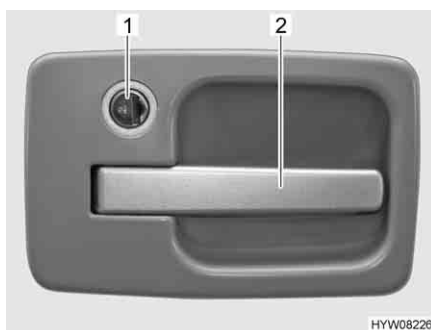

Fig. 30 Serratura della porta (porta di ingresso, lato esterno)
- Inserire la chiave nel cilindro della serratura (Fig. 30,1) e ruotarla sul simbolo "S". La serratura della porta è sbloccata.
- Tirare la maniglia della porta (Fig. 30,2). La porta è aperta.
- Inserire la chiave nel cilindro della serratura (Fig. 30,1) e ruotarla sul simbolo "L". La serratura della porta è bloccata.